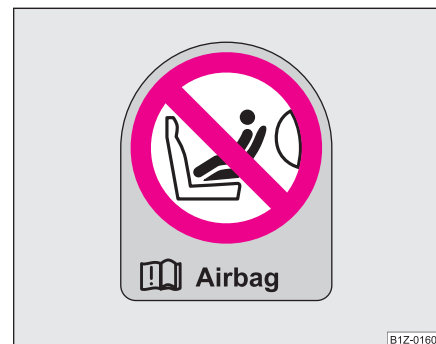

Fig. 135 Autocolant pe stâlpul central al ușilor, partea pasagerului din dreapta
- Asupra acestui aspect atenționează și autocolantul amplasat pe partea dreaptă, pe stâlpul central al ușilor ⇒ **pagina 167, fig. 135**. Eticheta poate fi observată după deschiderea ușii pasagerului din dreapta.